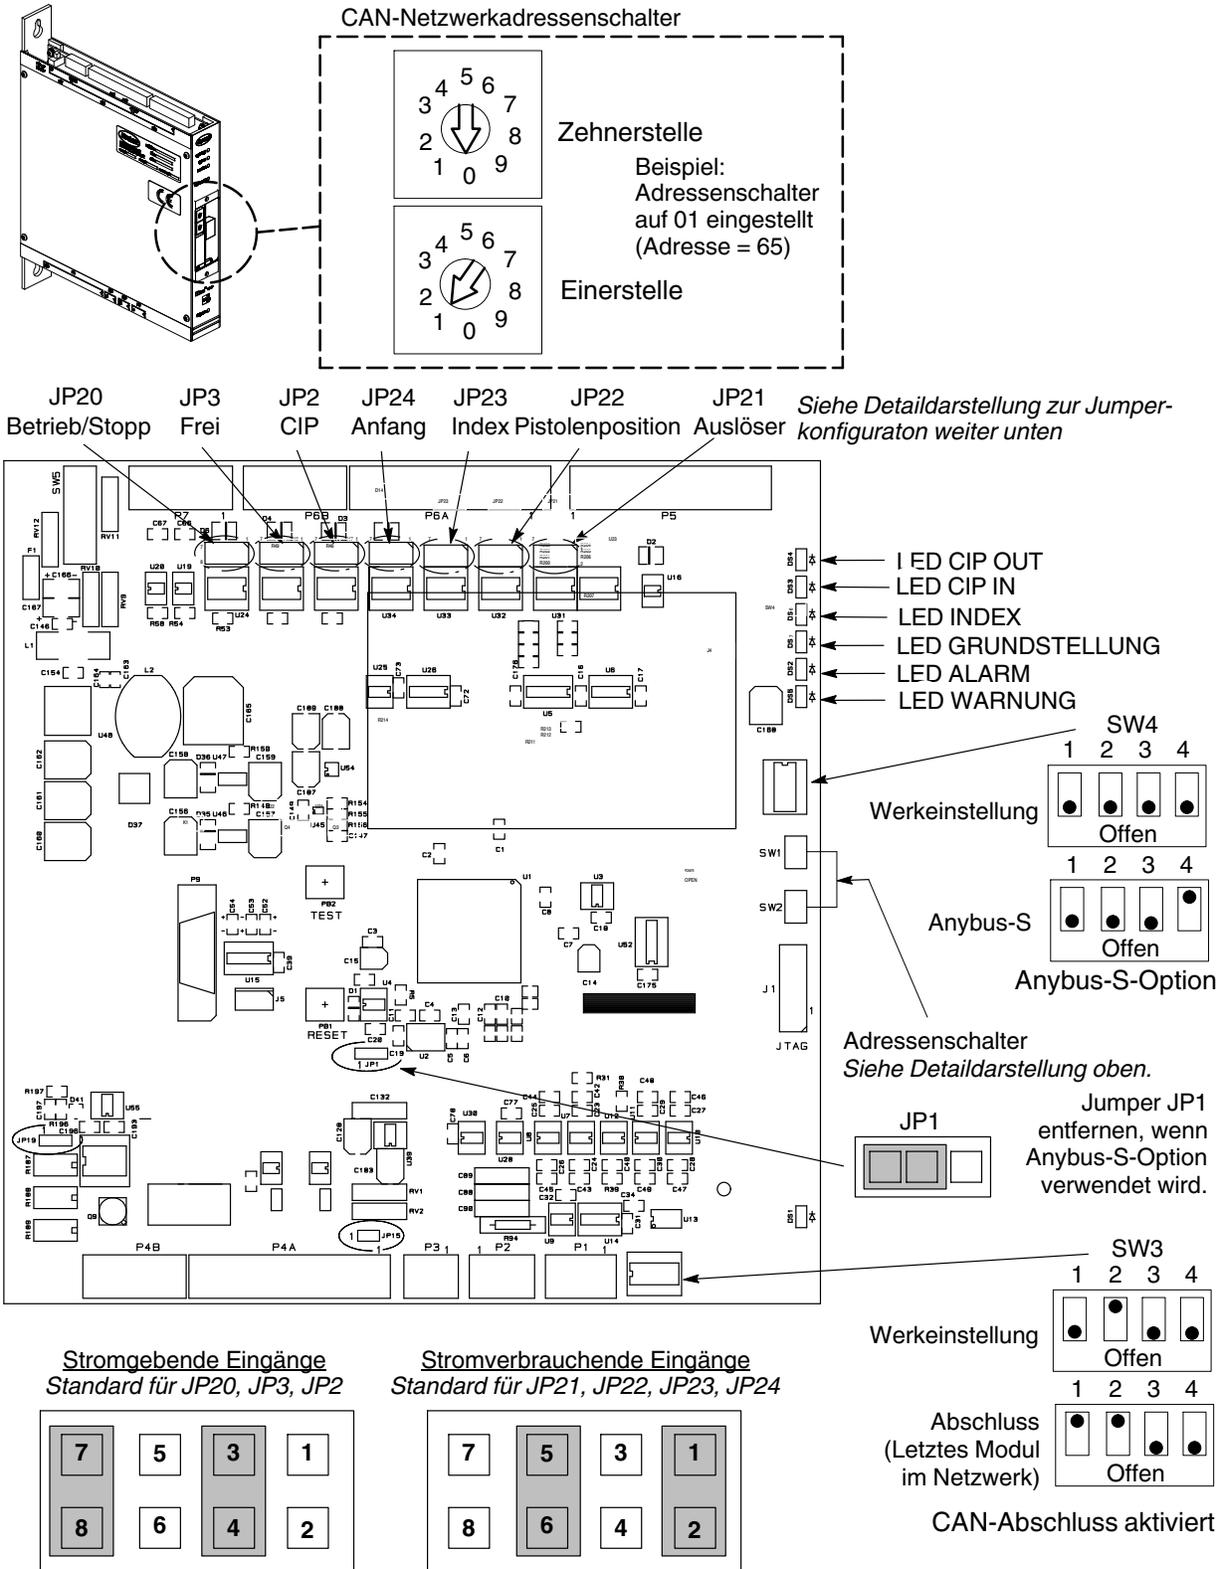

Abbildung 3 Einstellungen von Schaltern und Jumpern an der PRx II-Platine
1. Siehe Abbildung 3. Mit einem Schraubendreher die Abdeckung an der Vorderseite des PRx II-Moduls entfernen.
3. **Nur beim letzten Modul im iTRAX CAN:** Das letzte Modul im CAN muss abgeschlossen werden. Wenn das Modul ein PRx II-Modul ist, den DIP-Schalter an Position 1 von SW3 schließen, um das Netzwerk abzuschließen (siehe Abbildung 3). Dieser Schalter ist von der Unterseite des PRx II-Moduls aus zugänglich.